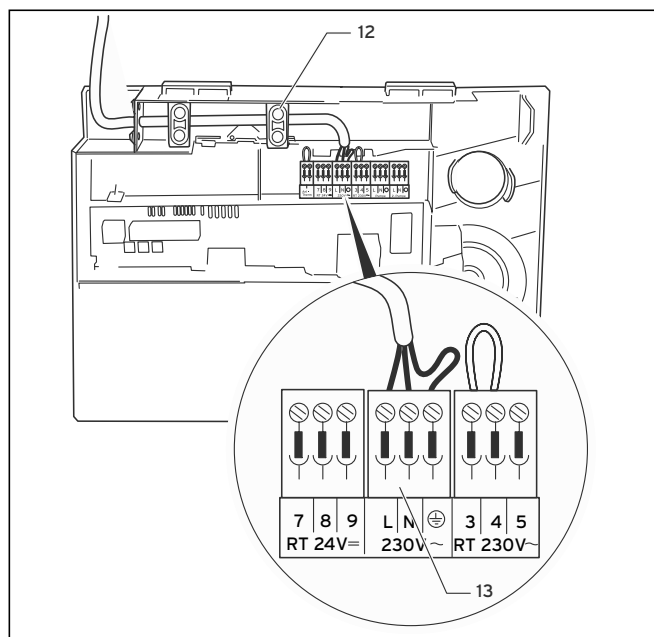

Рис. 5.4 Подключение сетевого провода
- Проложите сетевую подводящую линию к уровню подключений в распределительной коробке, как показано на рис. 5.4.
- Закрепите провода посредством приспособления для уменьшения растяжения (12).
- Подключите сетевую подводящую линию к предусмотренным для этого клеммам (L, N и L системы ProE ap (13)).